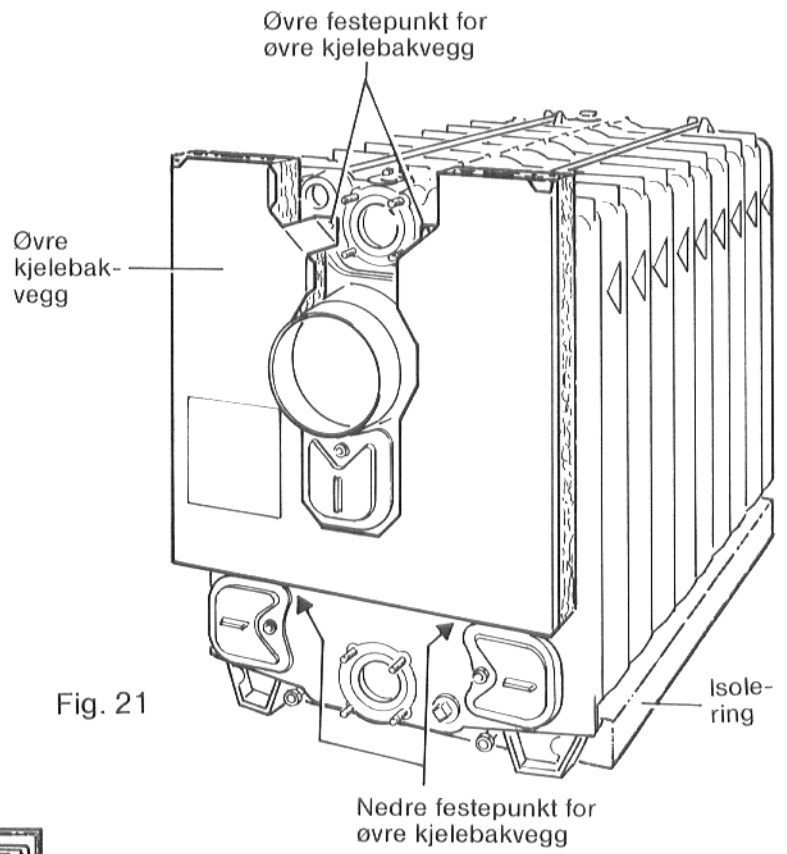

Fig. 21
**Isoleringsmattene** skyves inn under kjelen fra høyre og venstre side (lerretsiden mot gulvet) (fig. 21).
**Øvre kjelebakvegg** (fig. 21), se side 16, avsnitt 7.
**Venstre sidevegg** henges inn oppe på bakveggen og foran nede på sekskantskruene. Sideveggen skrues fast med 2 karosseriskruer til øvre travers foran. Bak skrues den fast med 2 karosseriskruer til kjelens bakvegg (fig. 21).